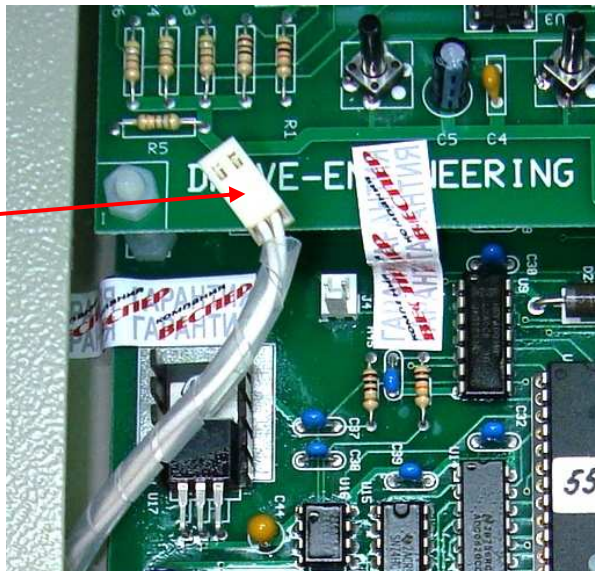

Рис. 4.11. Диагностика датчика температуры.
4.13.2. Отсоединить разъем кабеля датчика температуры от платы ЦП (рис. 4.11) и подключить к его контактам щупы мультиметра. Показания прибора должны соответствовать нулевому сопротивлению (как и при замкнутых щупах).